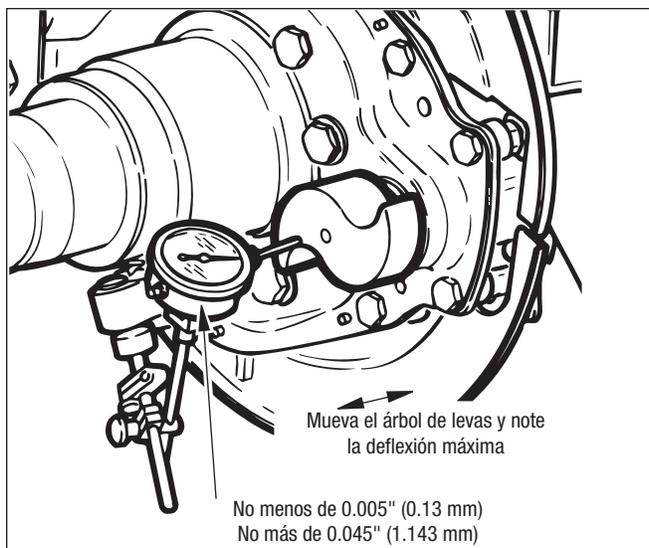

Figura 55 - Verificación del juego final del ajustador de holgura
6. Establezca un indicador adecuado de dial con el pistón haciendo referencia al extremo del cabezal de la leva. Consulte la figura 55.